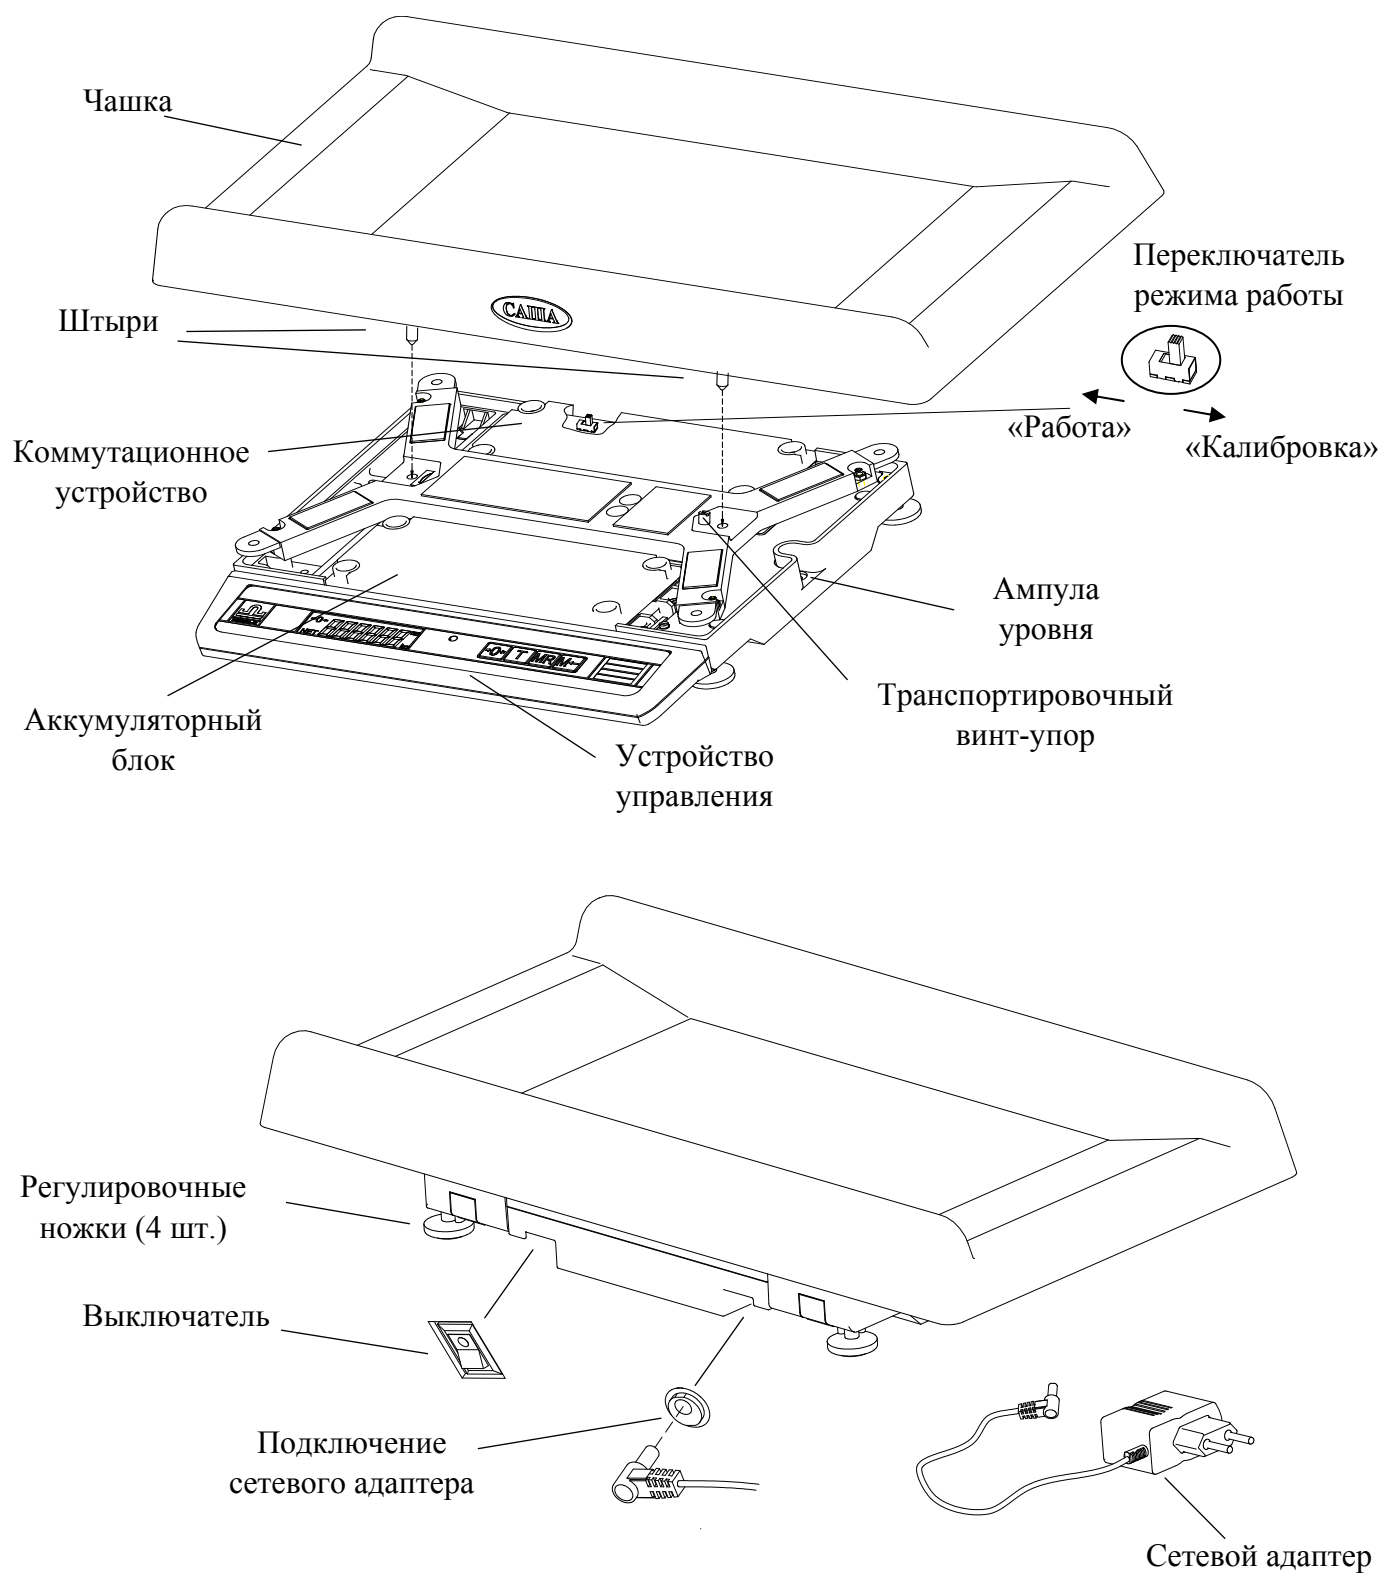

Рис. 5.1- Весы В1-15-«САША»
6.2 Вывернуть транспортировочный винт-упор, вращая его только против часовой стрелки (Рис. 5.1).
6.5 Установить на весы чашку (направление установки показано пунктирными линиями на Рис. 5.1). Слегка надавить сверху на чашку, обеспечив ее сцепление с весами. Перед включением весы должны быть ненагружены, а чашка не должна касаться посторонних предметов.
- войти в режим калибровки. Для этого необходимо снять чашку, вывернуть винты крепления крышки коммутационного устройства (Рис. 5.1), снять крышку и установить переключатель режима работы в положение «Калибровка», установить крышку и чашку на место. Включить весы. По окончании теста индикации весы войдут в режим калибровки.